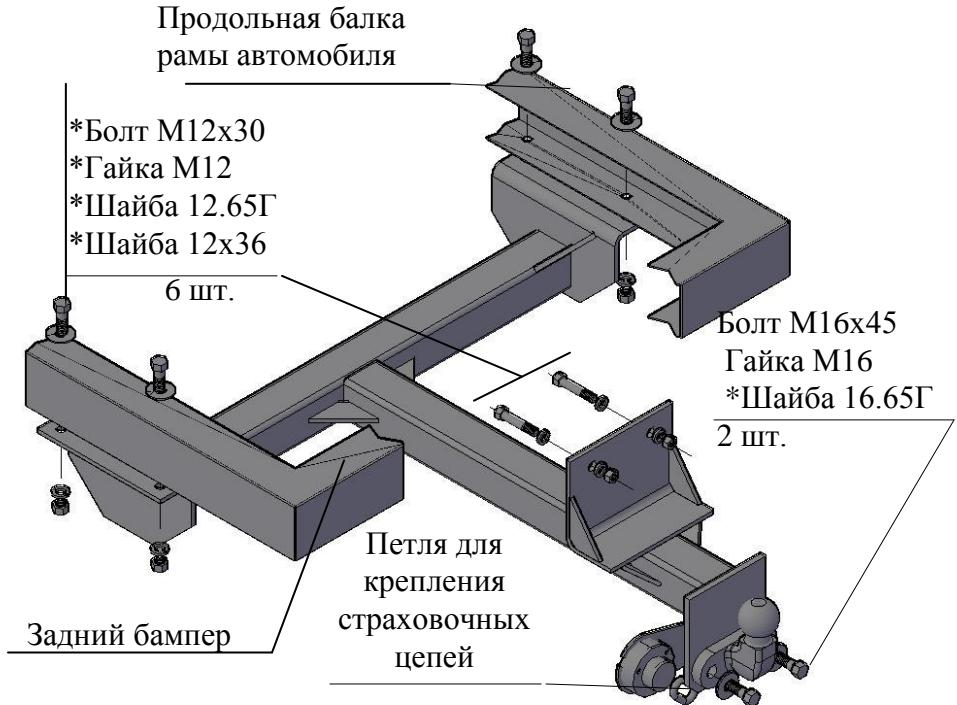

Рис.1 Тягово-сцепное устройство ТСУ 2705.К2.
2.2 Пакет комплектующих (см.рис.1) Задний колпак	1 шт.
- 4.3 Прижать верхние полки боковых кронштейнов ТСУ к продольным балкам рамы автомобиля (см. рис.1)
- 4.4 Наметить и просверлить четыре отверстия диаметром 12,5...13 мм в нижних полках продольных балок рамы, используя ТСУ как кондуктор. Закрепить ТСУ на автомобиле в соответствии с Рис. 1.